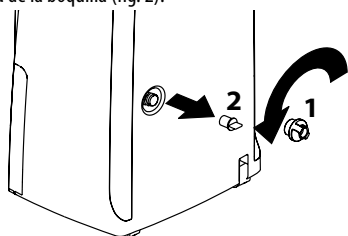

Fig. 2
- 1) Desenrosque el tapón para desagüe continuo **1** girándolo en el sentido contrario a las manecillas del reloj y quite el tapón de goma **2** de la boquilla (fig. 2).
Nota: al retirar el tapón de goma **2** puede haber pérdidas de agua de la boquilla (fig. 2).